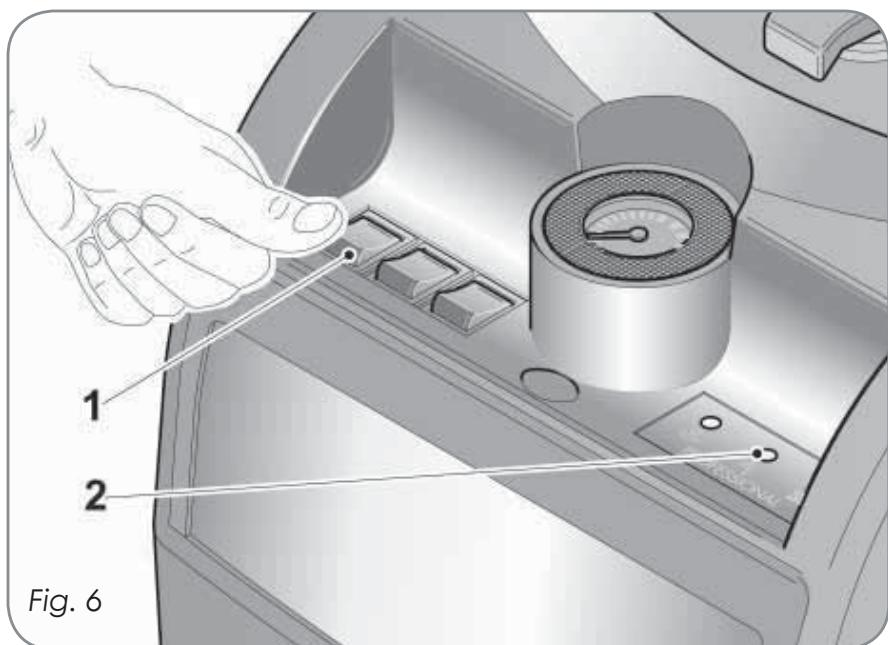

Fig. 6
Allumer la machine en agissant sur l'interrupteur général placé sur le côté du panneau commandes. (La touche appuyée s'éclaire - 1 Fig. 6)
Pendant le remplissage de la chaudière avec l'eau, le témoin (2 - Fig. 6) et le signal acoustique s'éteignent.
- Si la sonde de niveau installée dans le réservoir reste découverte au cours de la phase de chargement, le système va bloquer immédiatement les fonctions de chargement et le voyant de signalisation (2 fig.6) va clignoter avec l'intervention du signal acoustique intermittent.
- Chaque fois que la sonde de niveau réservoir relève un manque d'eau le système va bloquer immédiatement les fonctions de chargement et le voyant de signalisation (2 fig.6) va clignoter avec l'intervention du signal acoustique intermittent.
**ATTENTION !** Si au cours de la phase de chargement normal la sonde de niveau chaudière reste découverte pour plus que 3 min. consécutifs le système va déshabiliter les fonctions de réchauffage et chargement; le voyant passe de l'état allumé à l'état clignotant avec intervention du signal acoustique. Maintenant il faut restaurer le générateur en éteignant et rallumant l'interrupteur général d'alimentation (1 fig. 6).